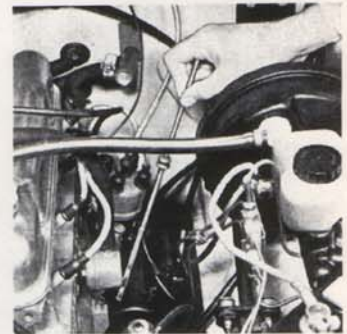

Bild 57. Oljemätsticka
1. Kontrollera att oljenivån i motorn ligger mellan max.- och min.-strecket på mätstickan (bild 57).